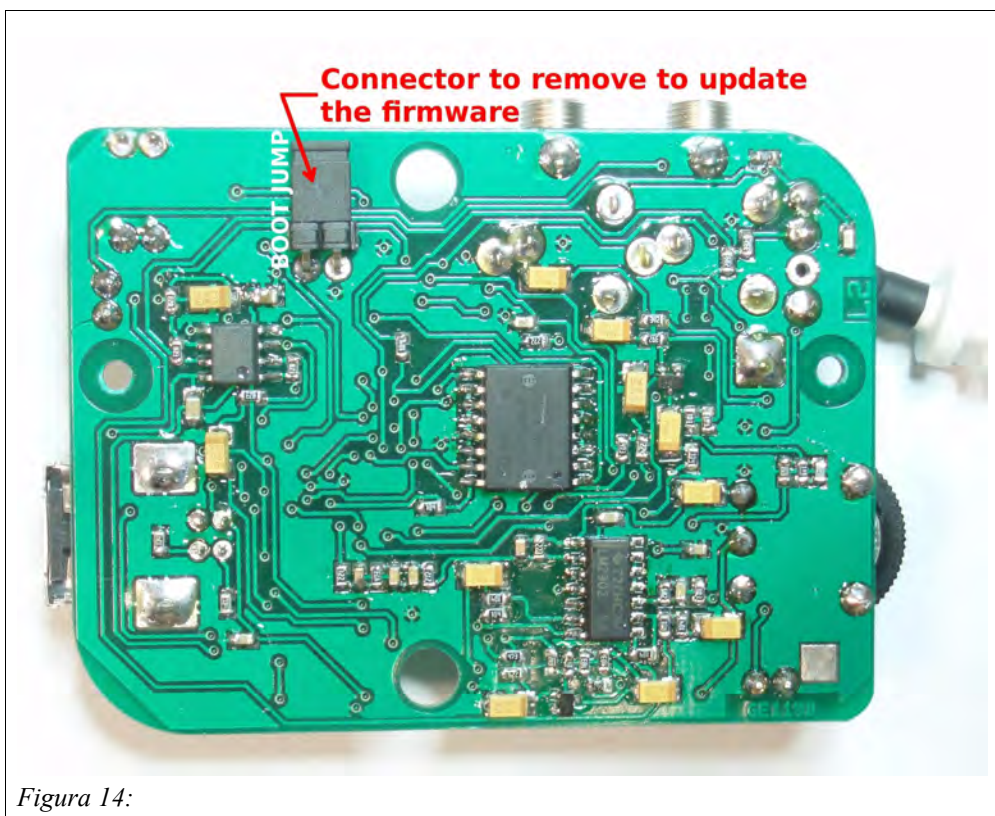

Figura 14:
2. quitar el conector negro marcado con la inscripción “BOOT JUMP” (ver figura 14);